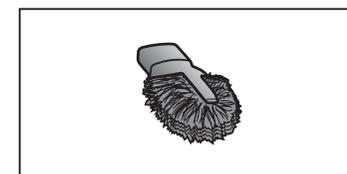

Fig. 15
**CEPILLO RADIADOR (Fig. 15)**